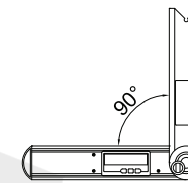
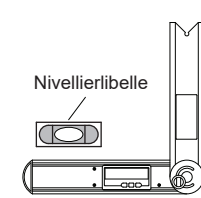

Abb. 5
Abb. 6
b. Senkrechte prüfen: Den Winkel auf 90° einstellen (Abb.5), die Senkrechte gemäß Abb.6 prüfen.